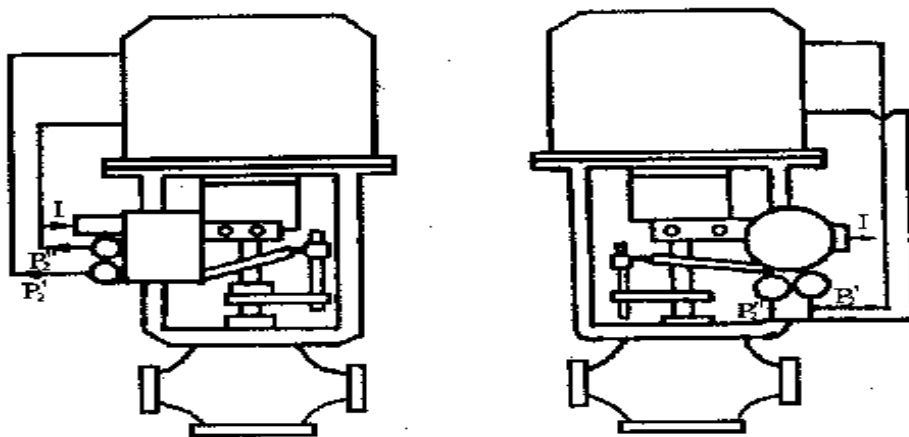

图 5 配气动活塞调节阀的安装
(2)配气动活塞调节阀。定位器安装如图 5 所示，安装方法与配气动薄膜调节阀一样。